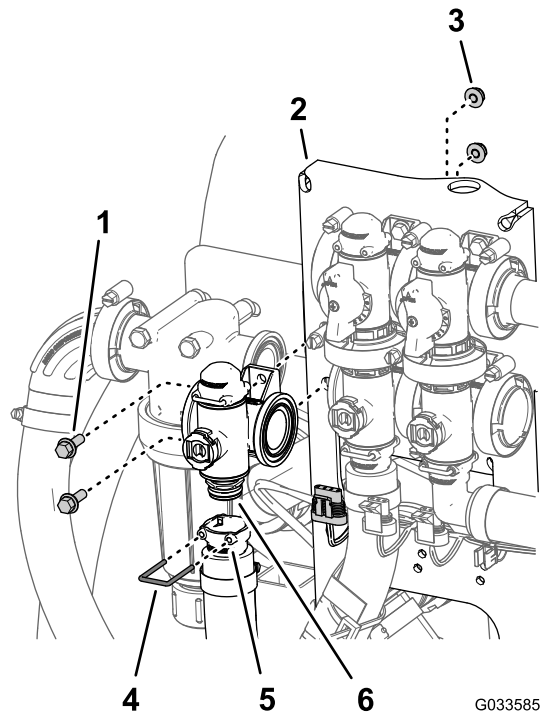

Figure 99
- Retirez l'étrier qui fixe le raccord de sortie à l'accouplement du collecteur du régulateur de débit (Figure 99).
- Retirez les 2 boulons à embase ($\frac{1}{4}$ " x $\frac{3}{4}$ ") et les 2 contre-écrous à embase ($\frac{1}{4}$ ") qui fixent le régulateur de débit au support, puis déposez le collecteur de la machine (Figure 99).